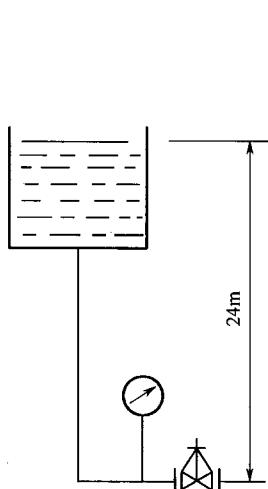

图 1-1 压力表
① $1\text{mmHg} = 133.322\text{Pa}$ 。
(8) 水塔的水面距阀门的出口高度为 24m, 如图 1-1 所示。若在阀门前装一压力表, 当阀门关闭时, 问表上的读数应为多少?